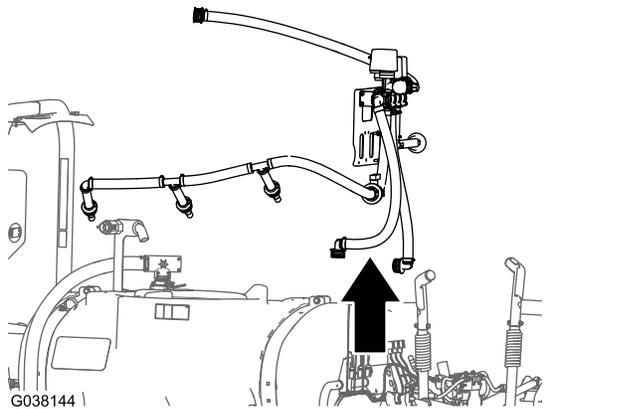

Figure 27
- Déposez la patte de fixation, les vannes, les flexibles et les buses d'agitation de la machine (Figure 27).